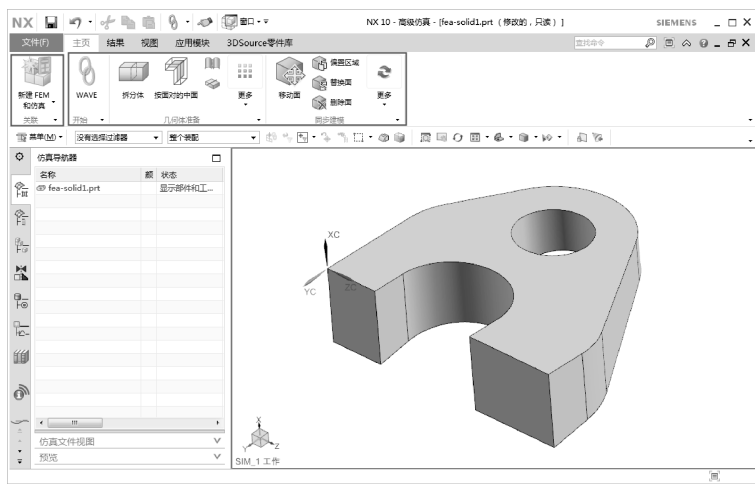

图 9-14 高级仿真分析的基本环境
- 02 在功能区的【应用模块】选项卡中单击【高级】按钮 ，进入高级仿真分析的基本环境。在此基本环境中可以新建仿真文件，以及通过直接建模工具对模型进行简化，如图 9-14 所示。